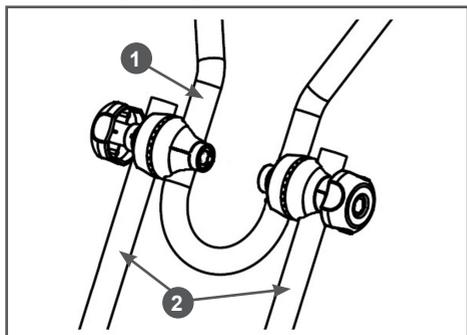

Рис. 8 Установка рабочих рукояток
- Установите на стойки 2 рабочие рукоятки 1 (Рис. 8).